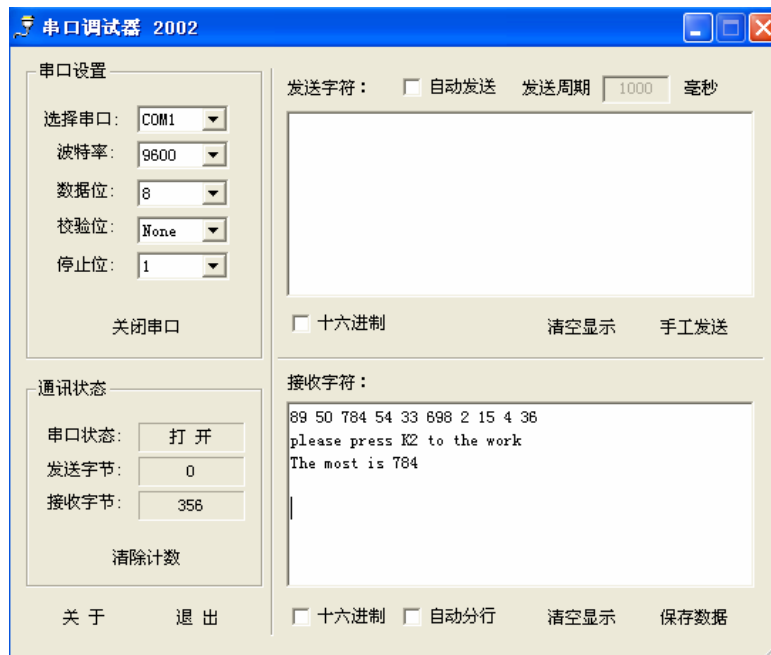

图 3-26
3. 单片机会发出 10 个数值到串口的接收区，同时还提示请按下 K2 进行操作。当按下 K2 时单片机就会把最大的数值发送到串口的接收区如下图 3-26 所示。